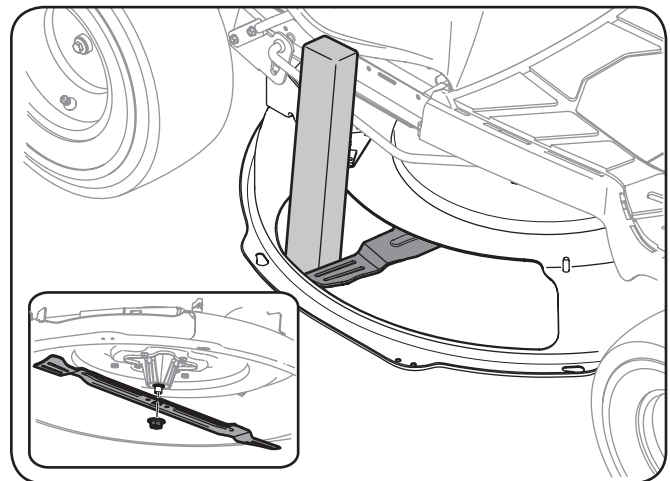

Figura 7-7
3. Retire la tuerca de la brida hexagonal que sujeta la hoja con el vástago. Ver el recuadro de la figura. 7-7.